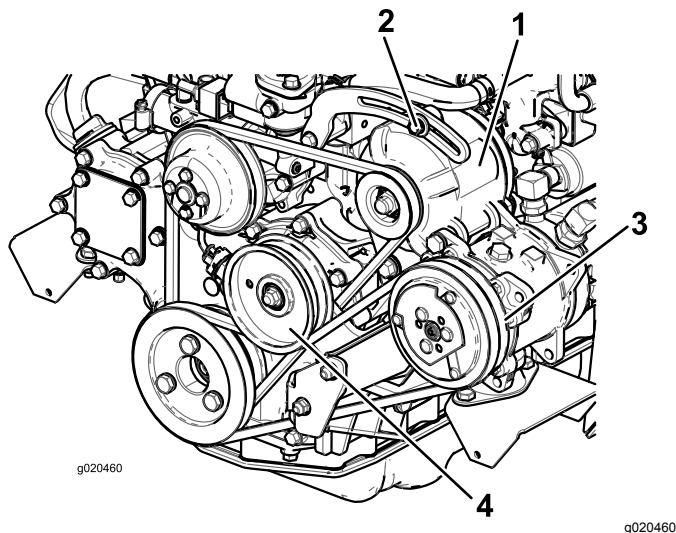

Figura 100
Si la desviación no es de 10 mm, afloje los pernos de montaje del alternador (Figura 100).
2. Si la desviación no es de 10 mm, afloje el perno de montaje de la polea tensora (Figura 100).